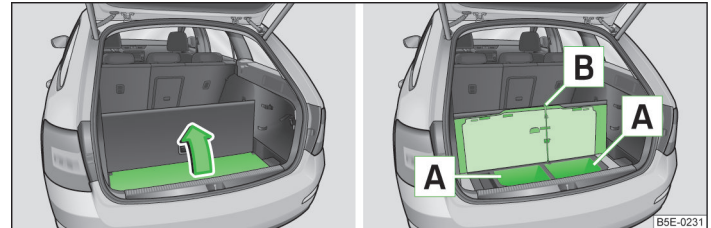

Abb. 92 Bodenbelag anheben / Ablagefächer unter dem Bodenbelag
- Den Bodenbelag in Pfeilrichtung anheben » Abb. 92.